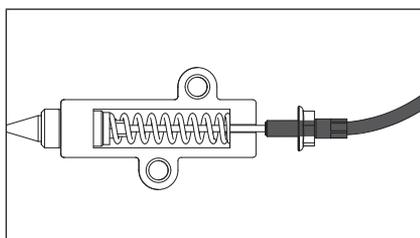

Figure 91
6. Détachez le câble du ressort à barillet en le tournant dans le sens inverse des aiguilles d'une montre. (Fig. 91)